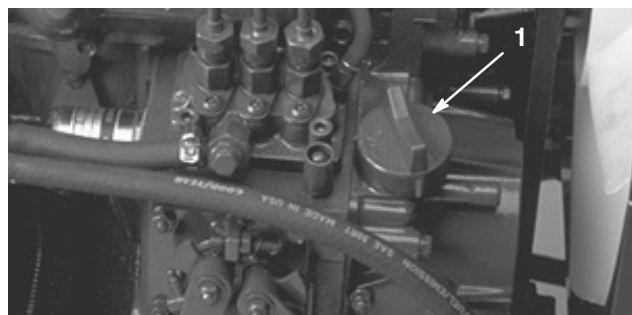

Figure 12
3. Si le niveau est bas, retirez le bouchon de remplissage (Fig. 12) et versez progressivement de petites quantités d'huile, en vérifiant fréquemment le niveau, jusqu'à ce que l'huile atteigne le repère du plein (FULL) sur la jauge.